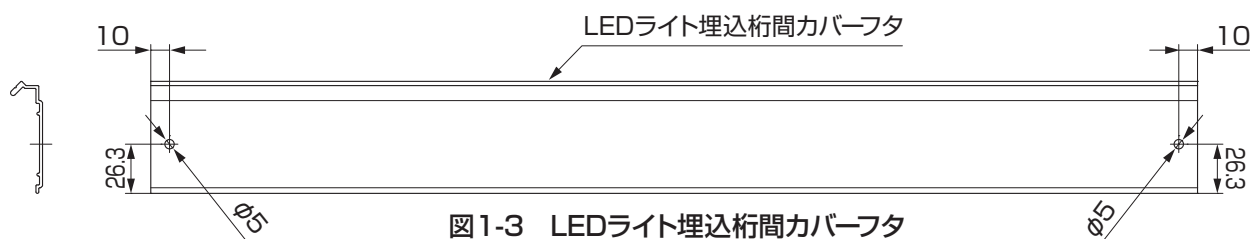

図1-3 LEDライト埋込桁間カバーフタ
- ③LEDライト埋込桁間カバーフタの端部柱側に、桁端部キャップ取付穴をあけてください。(図1-3参照)